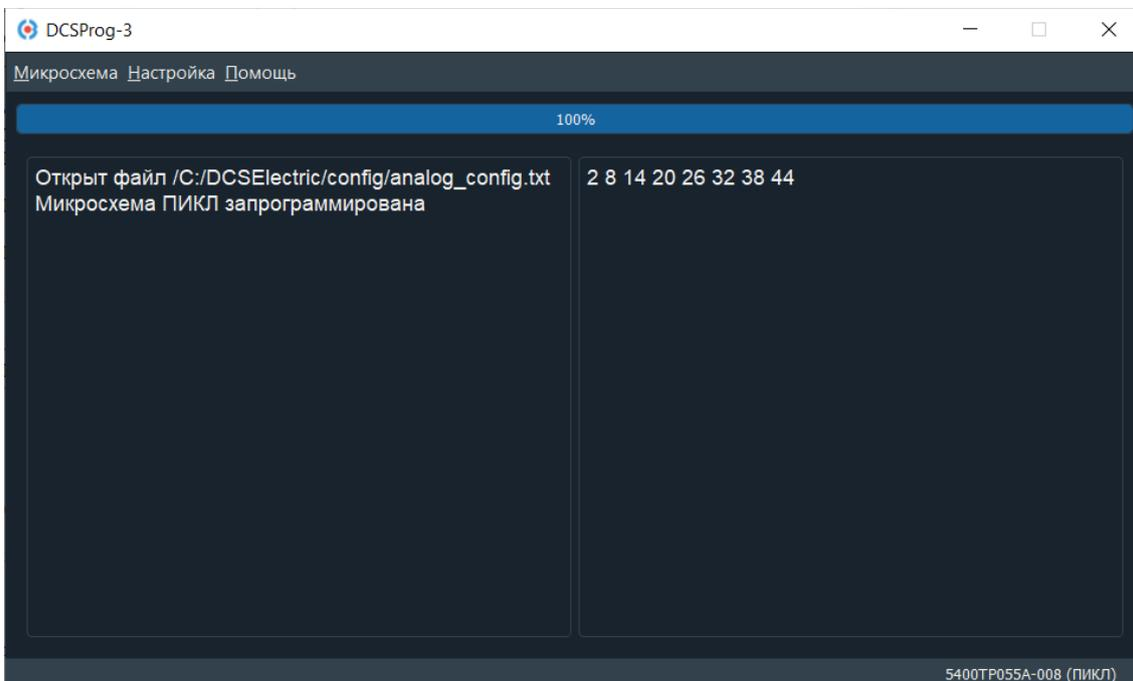

Рисунок 11. Окно окончания программирования
10. После завершения программирования микросхемы программа выдаст сообщение «Микросхема ПИКЛ запрограммирована» (Рисунок 11).